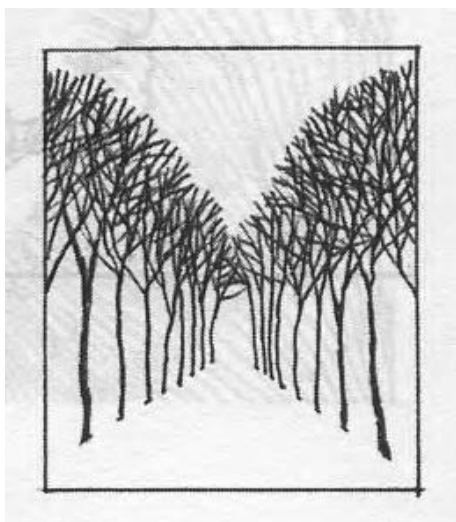

Рис.15. Антураж.
- подчеркнуть направление движения (рис.15);